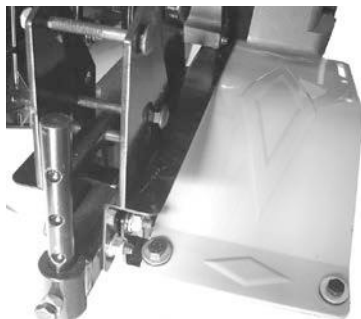

Рис. 4.4.
6. Встановити захисне праве крило, притуливши його до Г -подібної пластини і до рами мотокультиватора, щоб збіглися три отвори. Вставити стяжні болти кріплення захисного крила до Г -подібної пластини (два болти М8х25) і до рами (один болт М8х16), надіти на них плоскі шайби і затягнути гайками М8 (див. Рис. 4.4.).